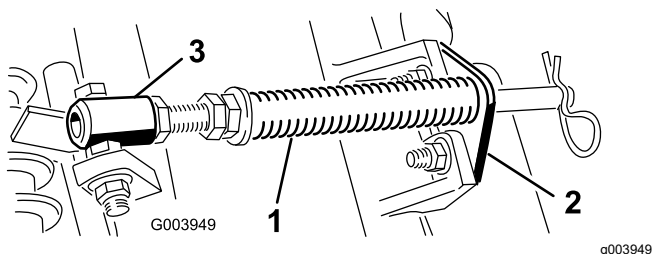

Figura 4
1. Retire os 2 parafusos e porcas da carroçaria que prendem o suporte da barra aos separadores da unidade de corte (Figura 4).
2. Retire a porca flangeada que prende o parafuso com cabeça do tubo de mola ao separador da estrutura de suporte (Figura 4) e retire o conjunto.
Nota: Posicione a cabeça do parafuso para o lado exterior do separador como se mostra na Figura 4.